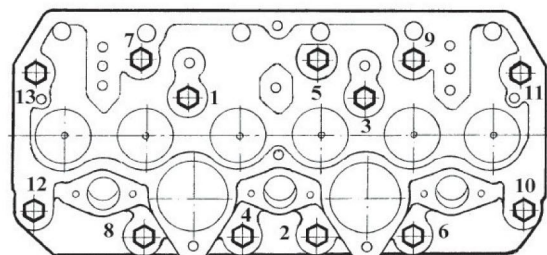

Рис. 2 - Схема последовательности затяжки болтов крепления головки цилиндров
- 5.) **Произвести затяжку болтов (гаек) крепления головок динамометрическим ключом, моментом 200 ± 10 Н·м в последовательности, указанной на схеме (Рис. 2).**